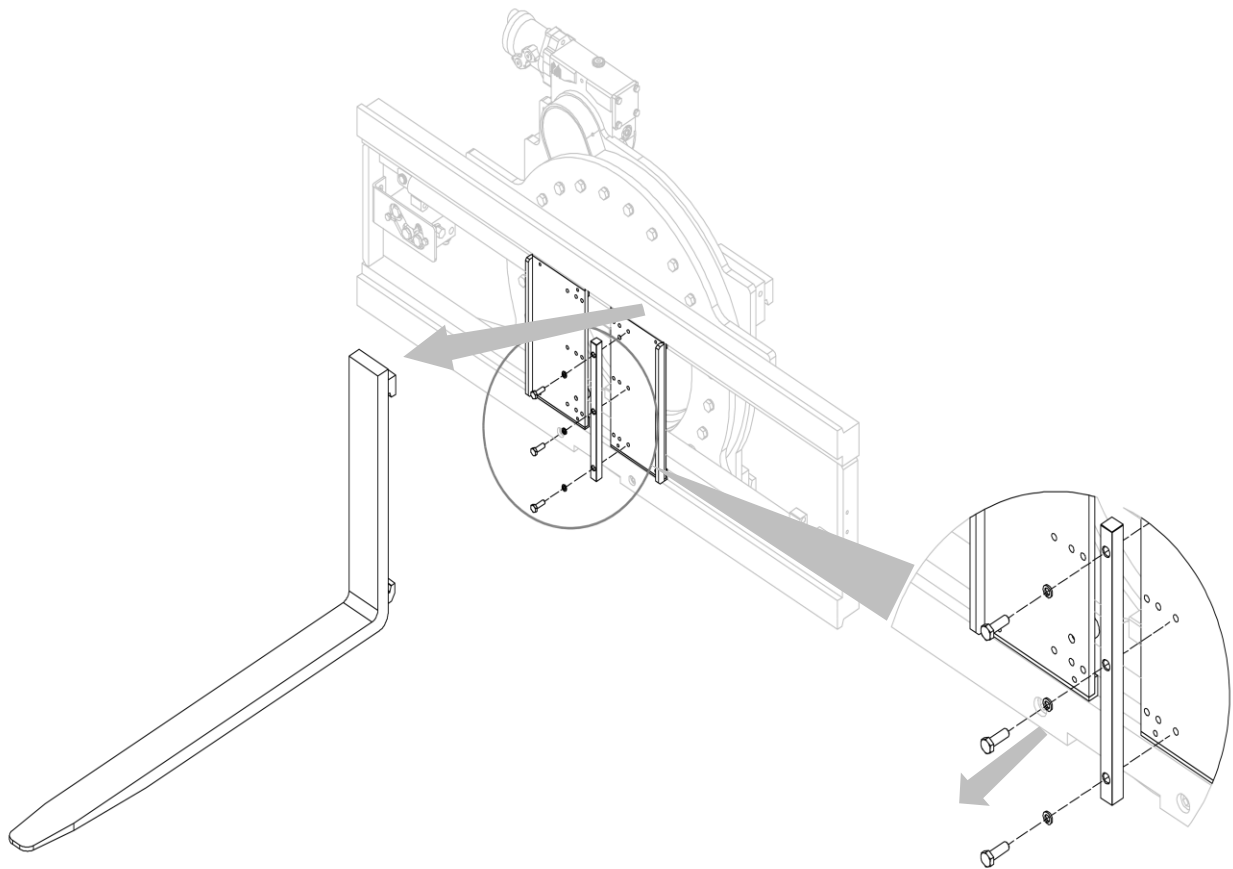

Abbildung 32
2. Entfernen Sie die Feststeller der Gabel und ziehen Sie die Gabelzinken heraus (siehe *Abbildung 32*).